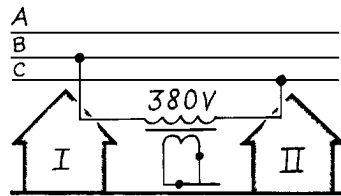

рис. 15
13. Если два соседа частных домов организовали малое предприятие по оказанию сварочных услуг, изготовлению ворот, изгородей, малых транспортировочных средств [7], то им лучше использовать 2-фазную (на 380 В) сварку [8] и запитать ее от обоих домов (рис.15). Такое подключение даст целый ряд существенных преимуществ: плата за электроэнергию распределяется поровну, не надо проводить 3 фазы, выхаживать разрешения у электриков, платить взятки. Резко снижается влияние сварки на сеть, улучшается качество сварочных работ, не надо платить штрафы и двойной тариф.